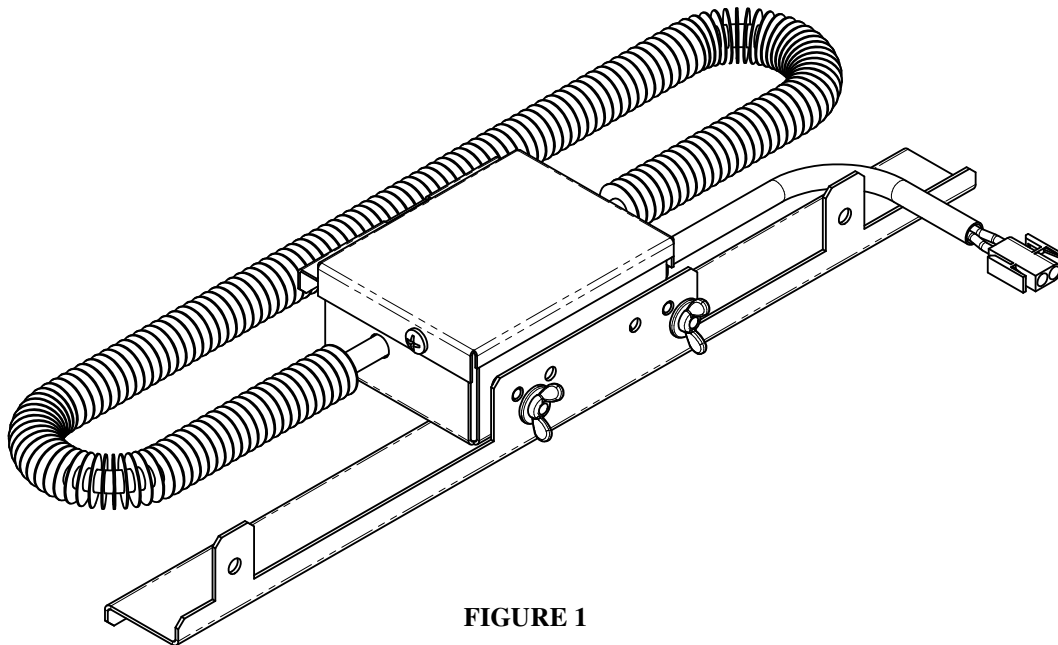

FIGURE 1
2. Remove and retain the wing nuts from the heater assembly. Assemble heater bracket to heater assembly as shown in Figure 1, re-using the wing nuts.
2. Enlevez les écrous à oreilles de l'appareil de chauffage et mettez-les de côté. Fixez le support de l'appareil de chauffage à l'appareil de chauffage tel que montré dans la figure 1, page 3, en utilisant à nouveau les écrous à oreilles.
2. Entfernen Sie die Flügelmuttern aus der Heizeinheit und bewahren Sie sie auf. Bringen Sie die Halterung an der Heizeinheit-Baugruppe an, wie in Abbildung 1, page 3 dargestellt. Verwenden Sie dabei die Flügelmuttern.